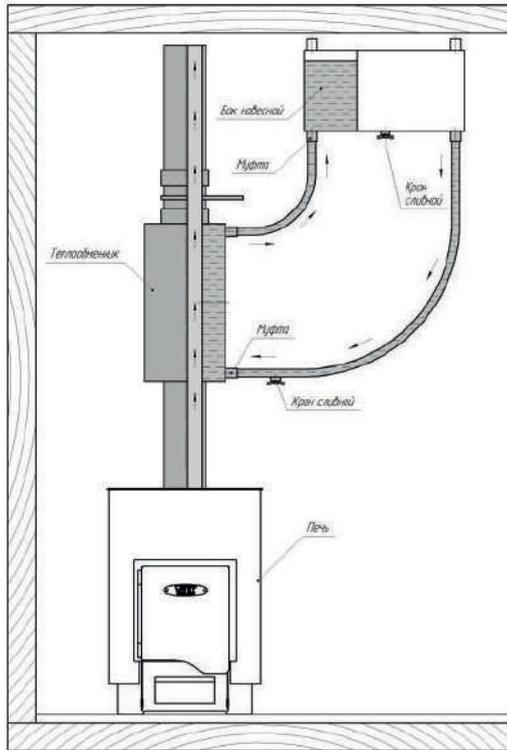

Рисунок 3
2. На печь устанавливается теплообменник, который подсоединяется к выносному баку — это отдельно вешающийся бак, который может быть размещен, в любом удобном месте или помещении (рисунок 3).